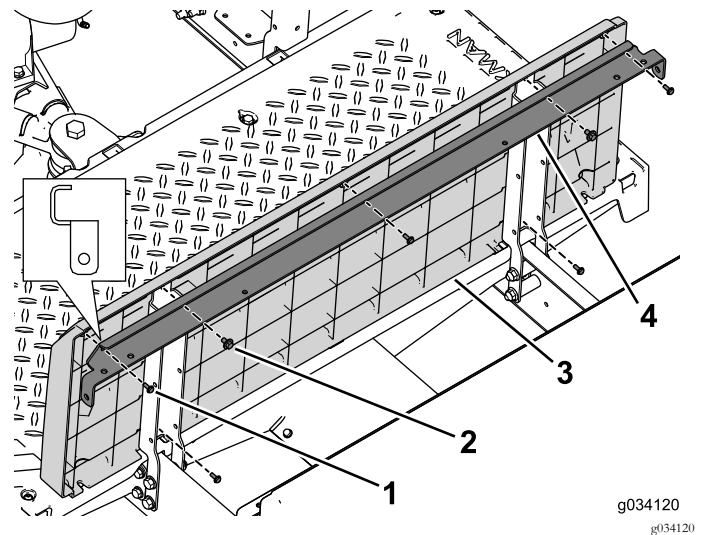

Figura 40
4. Utilice los 2 conjuntos de perno y arandela ($1/4"$ x $1/2"$) para sujetar el soporte biselado y el panel de la base del asiento a los soportes izquierdo y derecho del asiento (Figura 40).
5. Utilice los 5 tornillos (Nº 10 x $1/2"$) para sujetar el panel trasero al refuerzo del asiento y a los soportes del asiento (Figura 40).